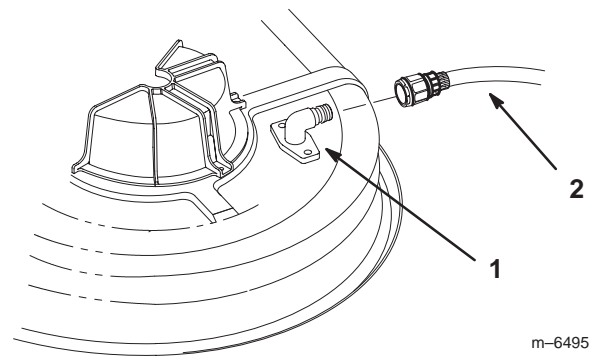

Figure 49
3. Vissez le raccord du tuyau à l'embout de lavage du carter de tondeuse et ouvrez l'eau en grand (Fig. 49).